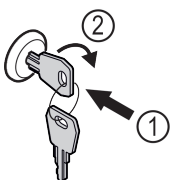

Fig. 46 Ilustrační zobrazení
- ▶ Klíč zasuňte dovnitř Fig. 46 (1).
- ▶ Otáčejte klíčem o 90° ve směru hodinových ručiček Fig. 46 (2).